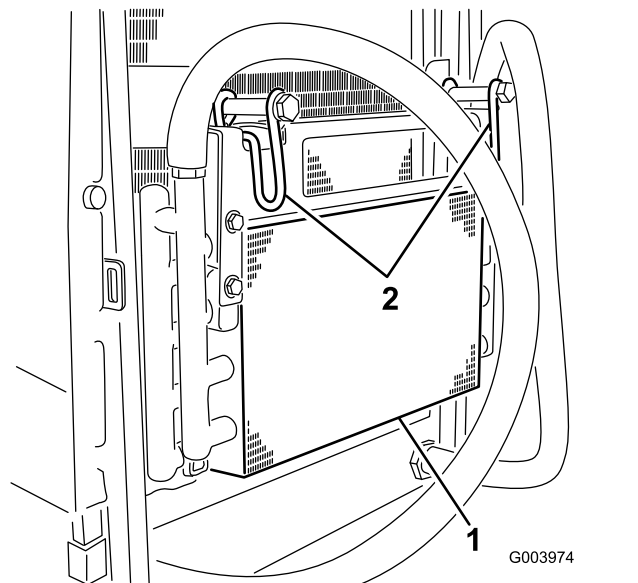

Figure 66
5. Pivotez les attaches vers l'intérieur pour dégager le refroidisseur d'huile (Figure 66).